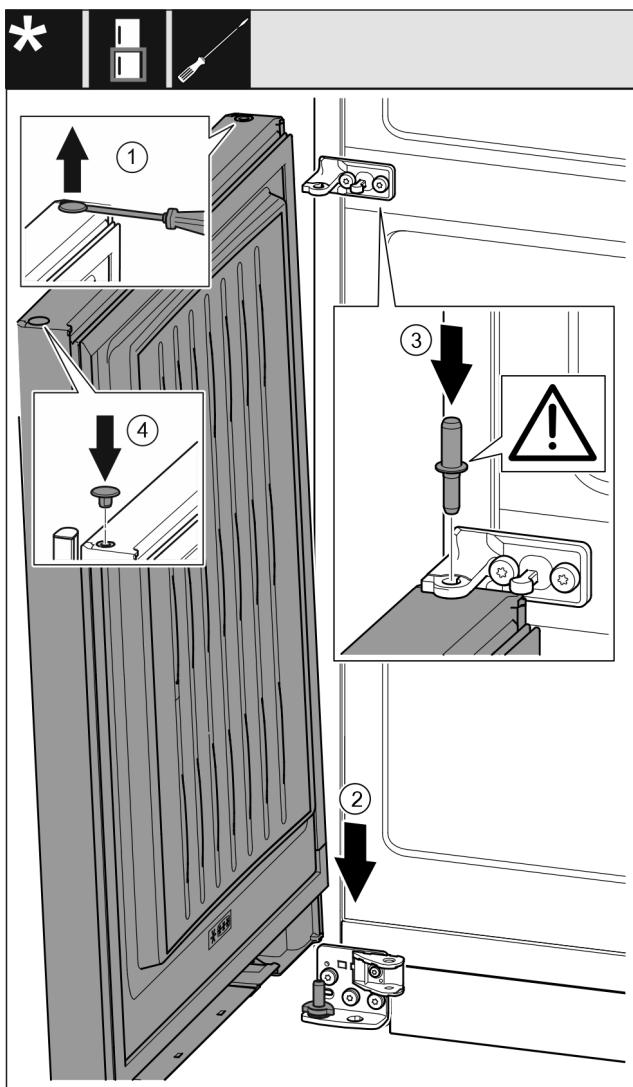

Fig. 41
- ▶ 用带槽螺丝刀小心地提起堵头并将其拉出。Fig. 41 (1)
- ▶ 从上方将冰箱门放在下面的轴承螺栓上。Fig. 41 (2)
- ▶ 中间轴承螺栓通过中间托架放置在冰箱下方门内。同时注意止动凸轮需指向后方。Fig. 41 (3)
- ▶ 将堵头重新放入门的另一侧。Fig. 41 (4)